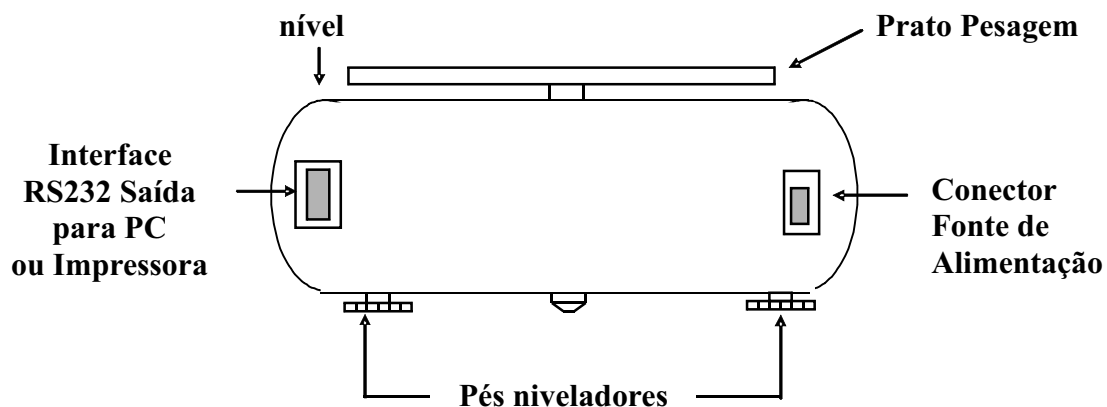

Fig 3 – Perfil Traseiro
- **Conecte** o cabo da fonte (conector trapezoidal com 9 pinos) atrás da balança (veja Fl. 5 – fig 3).
- **Verifique** se a tensão da rede é compatível com a fonte de alimentação (caso não seja, entre em contato com a TEPRON[®] (11) 6693-1044.)